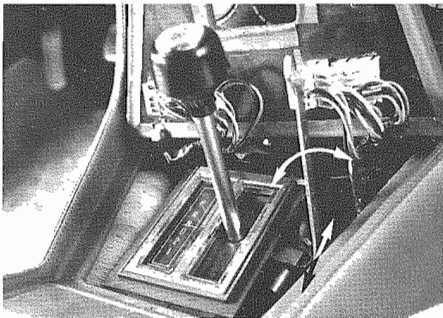

Fig. 6 - Registrazione dell'indicatore
- Registrare l'indicatore delle manovre sulla barra del cambio (**Fig. 6**).
- Adjust selection indicator on transmission bar (**Fig. 6**).
- Registrare l'indicatore delle marce (**Fig. 6**).